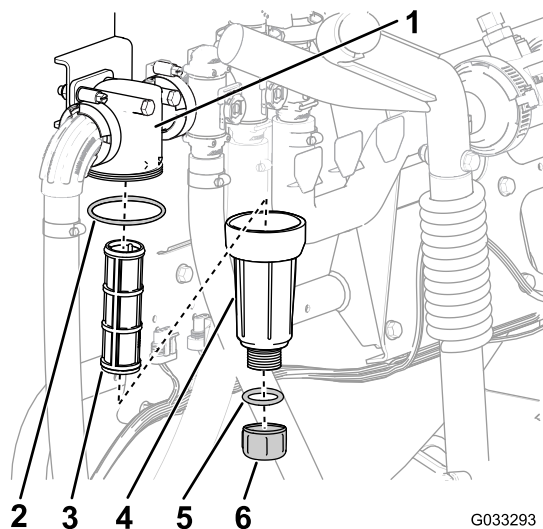

Рисунок 61
- Поместите сливной поддон под фильтр линии нагнетания (Рисунок 61).
- Поверните маслосливную пробку против часовой стрелки и снимите ее со стакана фильтра линии нагнетания (Рисунок 61).
- Поверните стакан против часовой стрелки и снимите его с головки фильтра (Рисунок 61).
- Извлеките старый элемент фильтра линии нагнетания (Рисунок 61).
- Проверьте уплотнительное кольцо маслосливной пробки (расположенное внутри стакана) и уплотнительное кольцо стакана (расположенное внутри головки фильтра) на повреждения и износ (Рисунок 61).
- Вставьте новый элемент фильтра линии нагнетания в головку фильтра (Рисунок 61).
- Установите стакан на головку фильтра и затяните вручную (Рисунок 61).
- Установите пробку в стакан и затяните ее от руки (Рисунок 61).